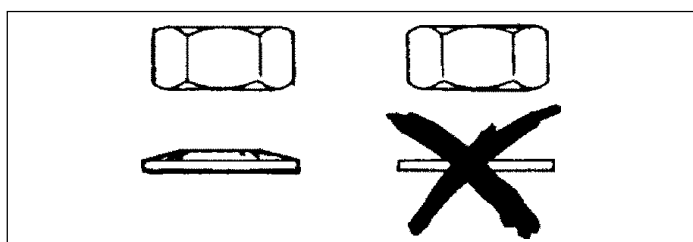

Abb. 25
- Die **Befestigungsmutter** funktioniert nicht: Wenn die Scheibe unter der Mutter flach geworden ist (Abb. 25).